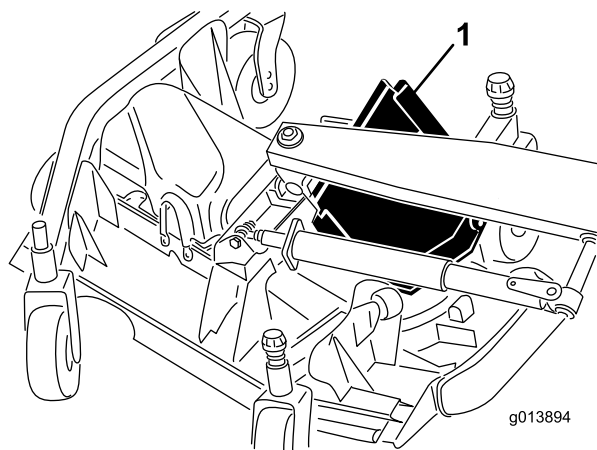

Figure 49
6. Soulevez le bord avant et guidez-le entre le bras de relevage et le galet pour le déposer (Figure 49).